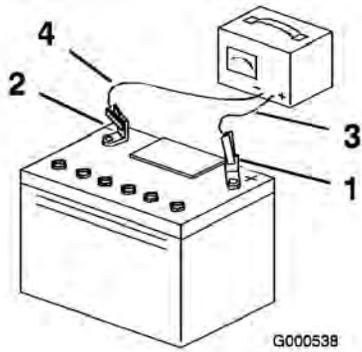

Figura 36
- Cuando la batería esté completamente cargada, desconecte el cargador de la toma de electricidad, luego desconecte los cables del cargador de los bornes de la batería (Figura 36).